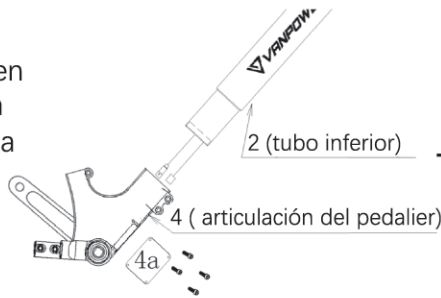
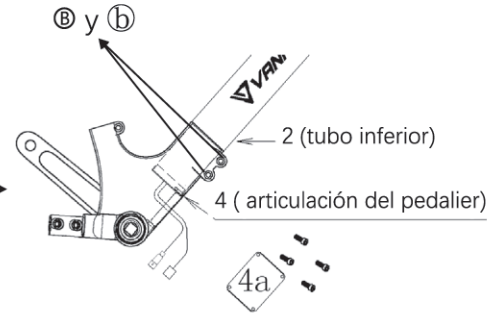

Figura 8-1.
Figura 8-2.
b. Gire la pieza 4, como se muestra en la Figura 8-1. Insertar la pieza 2 en la pieza 4 mientras pasa los cables de la pieza 2 a través y fuera del orificio rectangular de la pieza 4, como se muestra en la Figura 8-2.